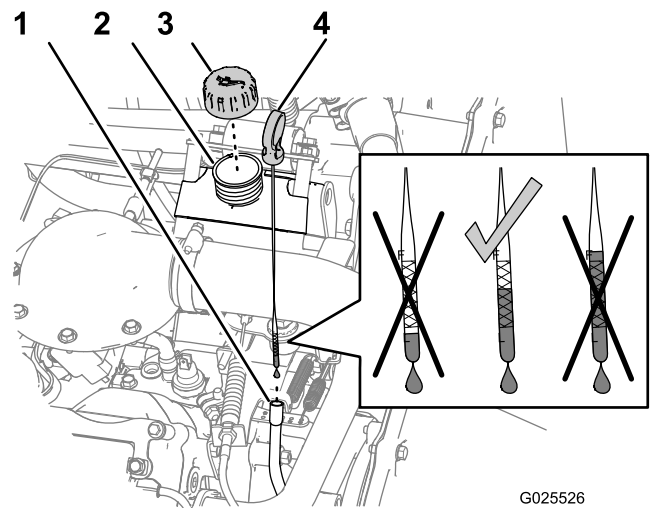

Figure 21
1. Retirez la jauge et essuyez-la sur un chiffon propre (Figure 21).
- Ressortez la jauge et contrôlez le niveau d'huile (Figure 21).
- Si le niveau est trop bas, retirez le bouchon de remplissage (Figure 21) et ajoutez la quantité d'huile nécessaire pour amener le niveau au repère maximum de la jauge.
- Remettez le bouchon sur le goulot de remplissage (Figure 21).
- Enfoncez fermement la jauge dans son tube (Figure 21).